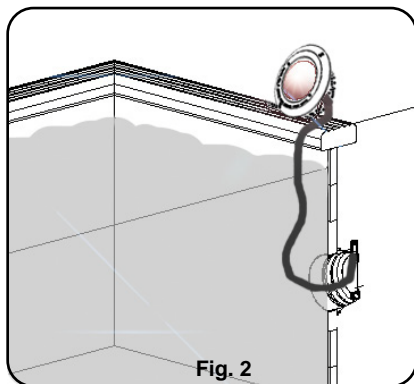

Fig. 2
2. Heben Sie die Lampe und einen Teil des Scheinwerfers auf den Schwimmbeckenrand. (Diese Operation wird im Handbuch des Scheinwerfers ausführlich beschrieben) (Abb. 2)
2. Extraia o conjunto formado pela lâmpada e parte do projetor até ao borde da piscina (esta operação é descrita pormenorizadamente no manual do projetor) (Fig. 2).